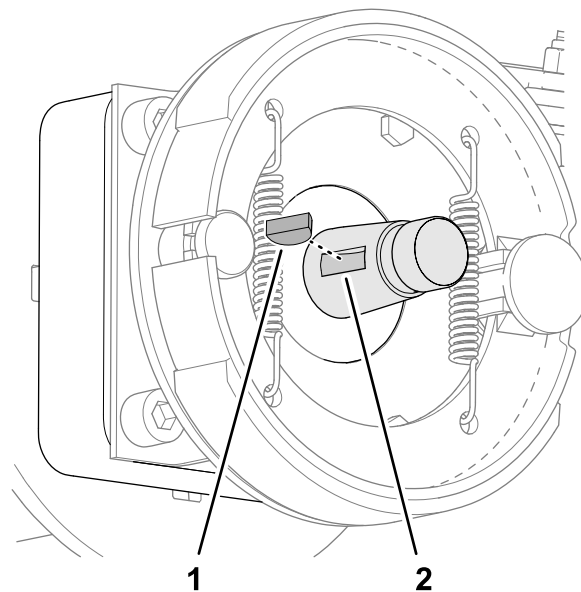

図 77
5. ホイールモータのシャフトから半月キーを外す 図 77。